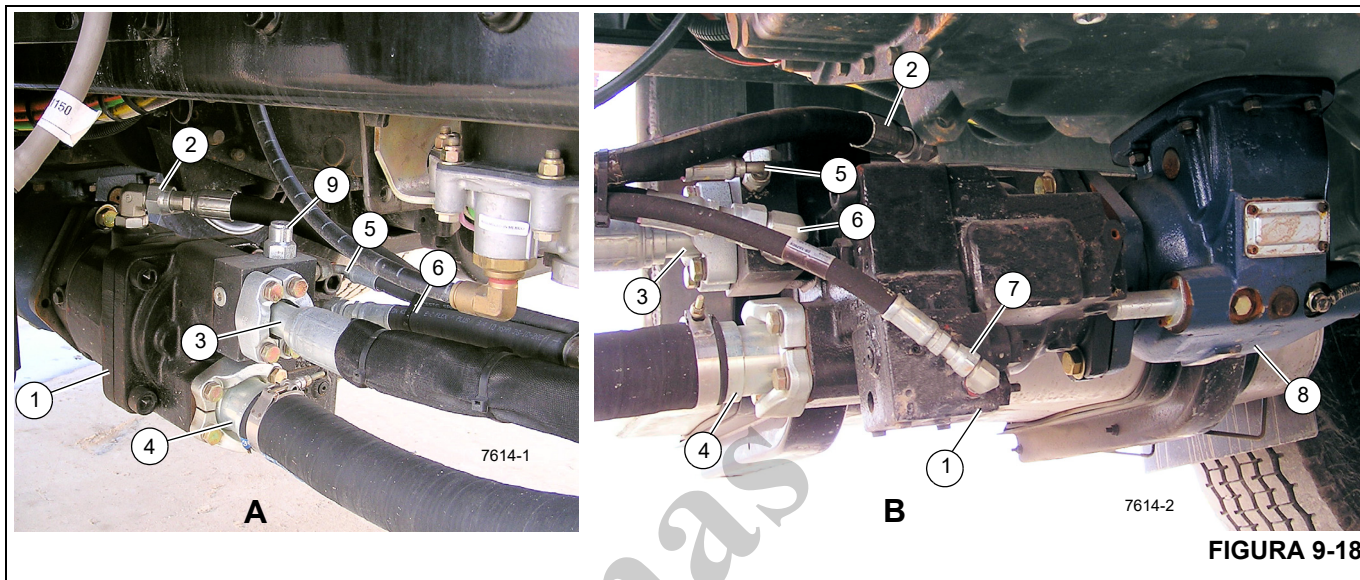

FIGURA 9-18
A pressão do sistema hidráulico é fornecida por uma bomba hidráulica de pistão (1, Figura 9-18) montada na PTO (Tomada de força) do caminhão (8). A bomba é acionada no sentido anti-horário e fornece 75 gpm.
10. Se usar a configuração mostrada na Figura 9-18 certifique-se de posicionar a entrada de dreno da caixa (2) no ponto mais alto acima do nível do solo.
14. Remova as tampas contra poeira dos orifícios de entrada e saída da bomba e instale as conexões e as linhas hidráulicas (consulte a Figura 9-18).
Na Figura 9-18, a foto A é do lado do motorista; a foto B é do lado dos passageiros.
Números dos itens da Figura 9-18